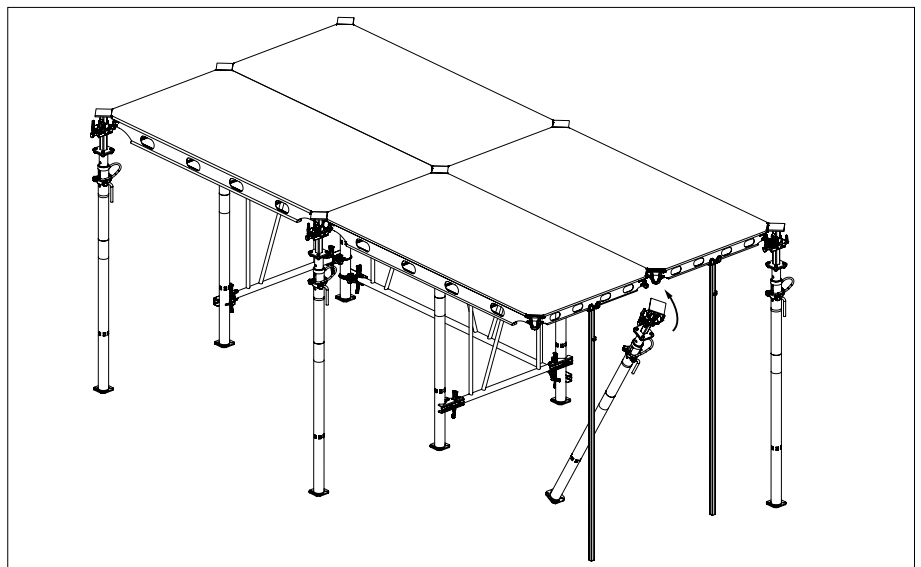

Fig. A5.13
6. Inserte el puntal en posición con la cuña orientada en la dirección más corta para facilitar el desencofrado. (Fig. A5.13)